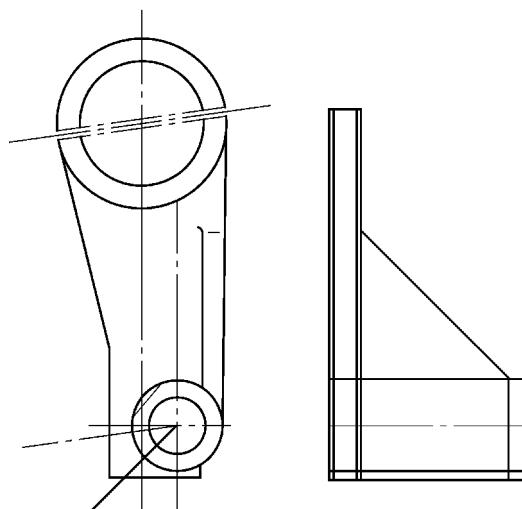

图 11-46 绘制加强筋
3) 通过【偏移】按钮，使左视图中最右边的线，向左偏移7mm；使左视图上部的左右两边各向内部偏移2mm。单击功能区【直线】按钮，利用对象捕捉功能捕捉交点，画一条与水平向右成135°的线（单击一点后，输入“<135”），交于从左向右数第三条线。利用【偏移】按钮，使主视图右边轮廓线向左偏移8mm，从左视图上的斜线的上交点引出线，画出主视图上面多的那一小横线，如图11-46所示。